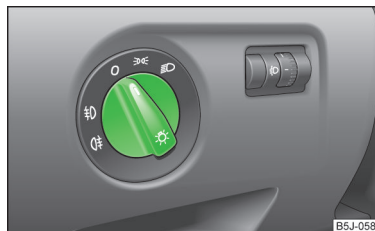

Fig. 23
En los vehículos con **dirección a la derecha**, la disposición de los elementos de manejo se diferencia en parte de la disposición mostrada en » **fig. 23** de la página 46. No obstante, los símbolos que marcan las posiciones de los elementos de manejo son iguales.
Posiciones del conmutador de luces » **fig. 23**.
► Gire el conmutador de luces a la posición 0  fig. 23 de la página 46.